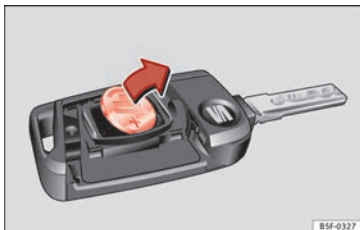

Abb. 133 Fahrzeugschlüssel: Batterie herausnehmen.
- Batterie mit einem geeigneten dünnen Gegenstand aus dem Batteriefach heraushebeln » Abb. 133.
- Neue Batterie wie gezeigt ansetzen » Abb. 133 und entgegen der Pfeilrichtung in das Batteriefach drücken » ❷.